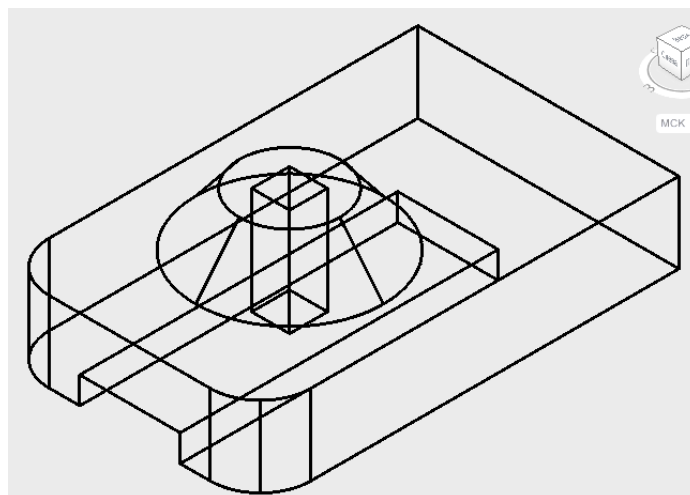

Рисунок 10.8
1. Побудувати вертикальний наскрізний призматичний отвір, використовуючи команди багатокутника, витискування, віднімання, рис. 10.8.